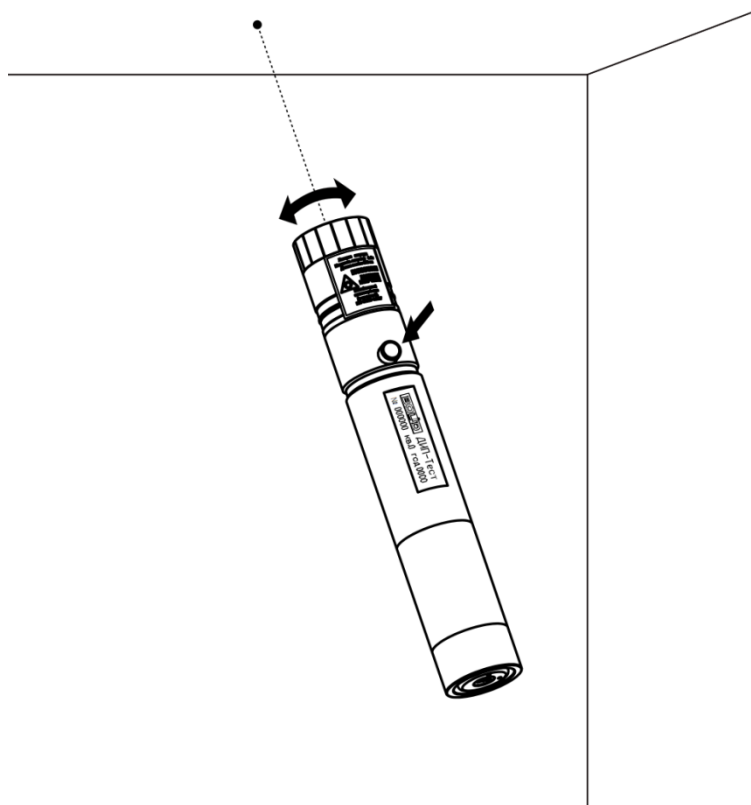

Рис. 2
- вращая по кругу ручку регулировки фокуса, добиться минимального диаметра пятна на расстоянии тестирования (см. рис.2);
Проверка работы тестера производится путем контроля выдачи лазерного луча. Необходимо направить тестер на поверхность, позволяющую увидеть пятно лазерного луча и нажать кнопку (см. рис.2).